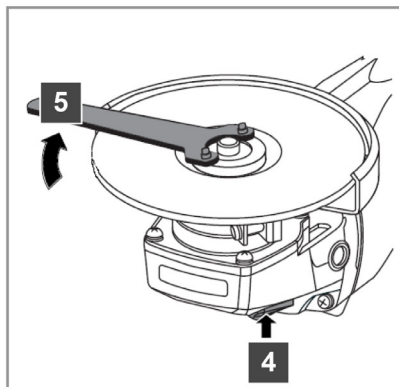

Рис. 12
4. Зафиксируйте шпиндель, нажав на кнопку блокировки шпинделя, и затяните гайку с помощью ключа (рис. 12).